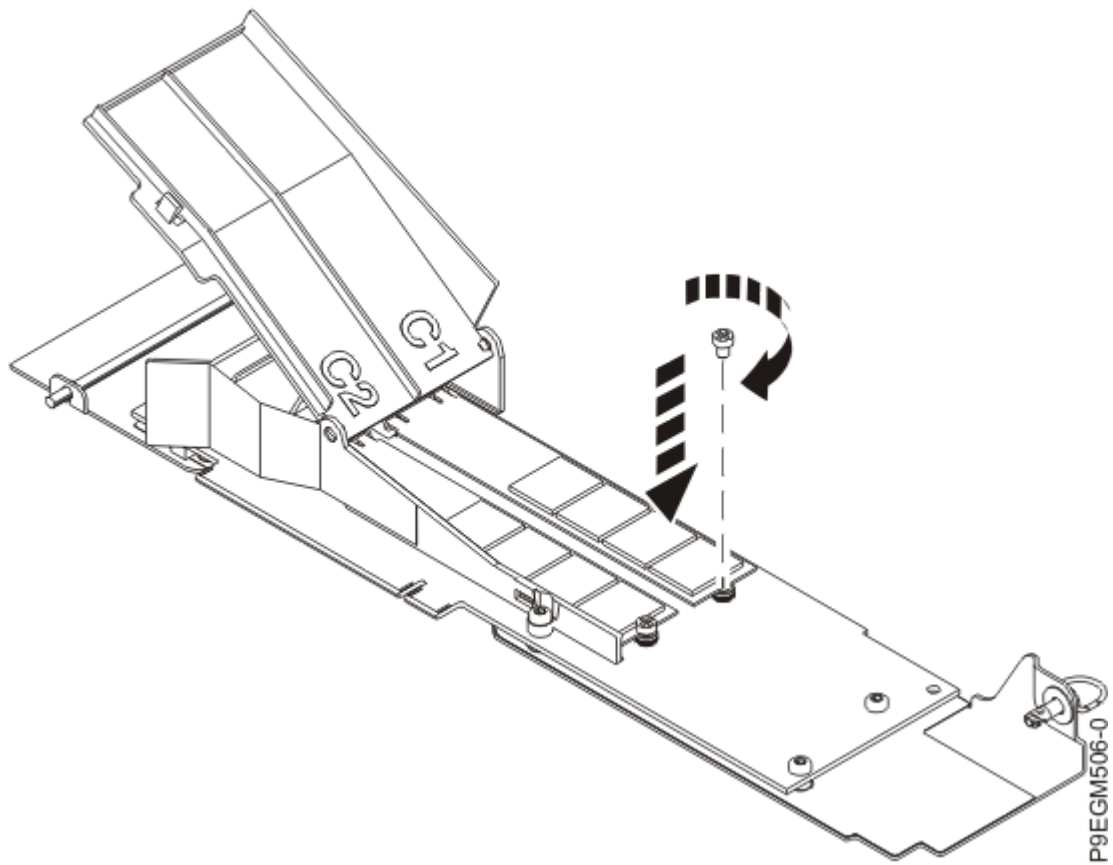

Figure 33. Fixation du module flash NVMe M.2 sur la carte porteuse
3. A l'aide d'un tournevis cruciforme, fixez le module flash sur la carte porteuse NVMe M.2. Voir Figure 33, à la page 39.